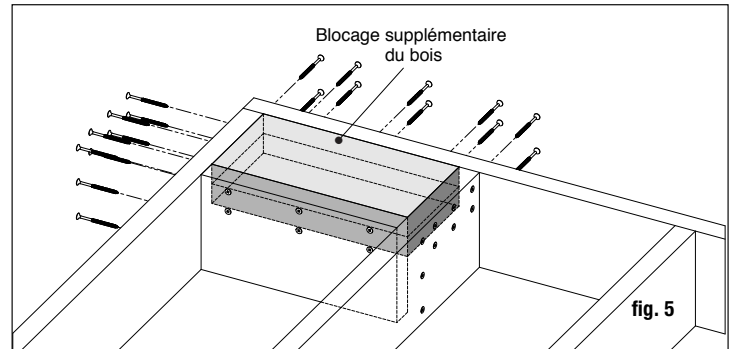

fig. 5
Étape 2 Installation des poteaux : Installez les poteaux en fixant la base en aluminium à la surface de la terrasse. Placez le poteau afin que l'attache entre dans la solive du sol, et vérifiez que le platelage est fermement attaché à la solive à l'emplacement des poteaux. Pour fixer le poteau à un platelage à charpente en bois, il est nécessaire de prévoir un blocage structurel/une charpente sous le matériau de la terrasse, car le platelage seul n'est pas approuvée comme charpente structurelle (fig. 5).